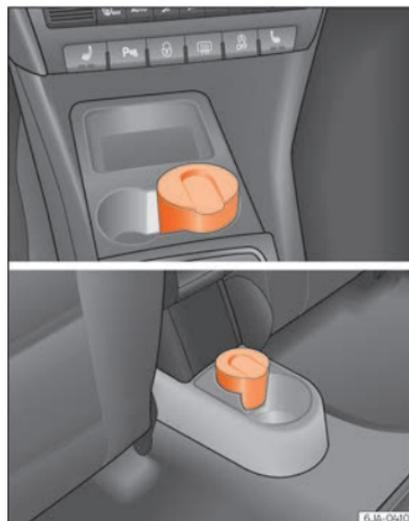

Fig. 153 Consola central: cenicero delantero/cenicero trasero.
- El cenicero »» **fig. 153** se saca tirando hacia arriba.